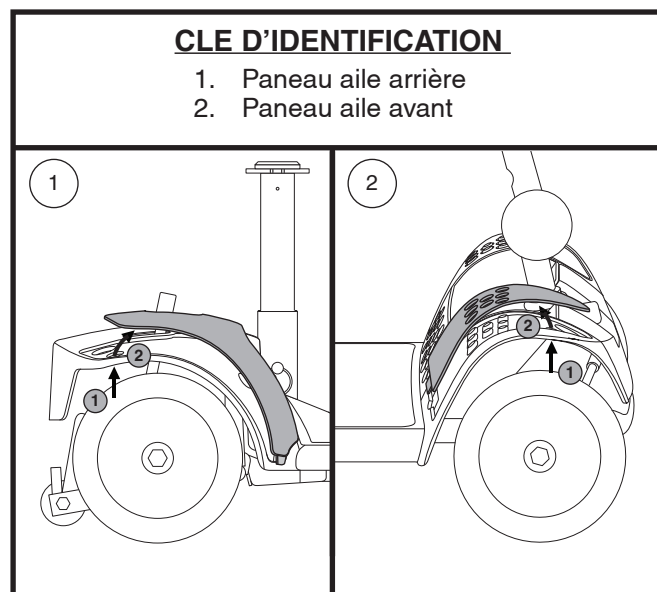

Figure 16. Panneau aile
2. Poussez dans l'orifice afin de séparer le panneau du Travel Scooter. **Voir la figure 16.**
NOTE: Lors de l'installation des panneaux d'ailer arrière et avant, assurez-vous de bien insérer l'onglet dans sa fente avant de fixer le panneau en place. Voir la figure 16.